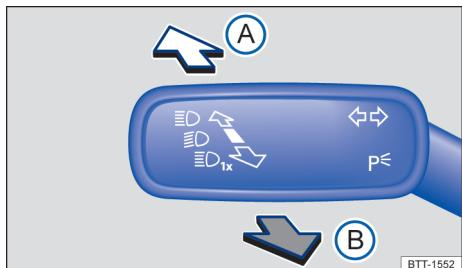

Fig. 108 À esquerda na coluna de direção: alavanca dos indicadores de direção e do farol alto.
- Trazer a alavanca dos indicadores de direção e do farol alto da posição central para a seguinte posição → Fig. 108: